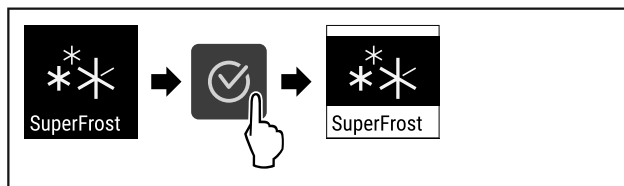

Fig. 92
- ▶ Proved'te akční kroky (viz Fig. 92) .